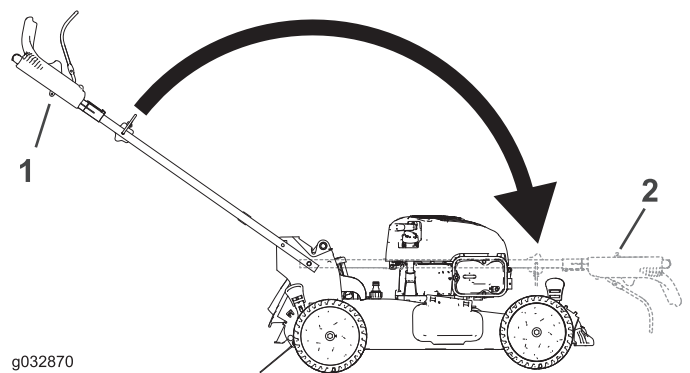

Figure 28
3. Repliez le guidon en le faisant pivoter en avant (Figure 28).